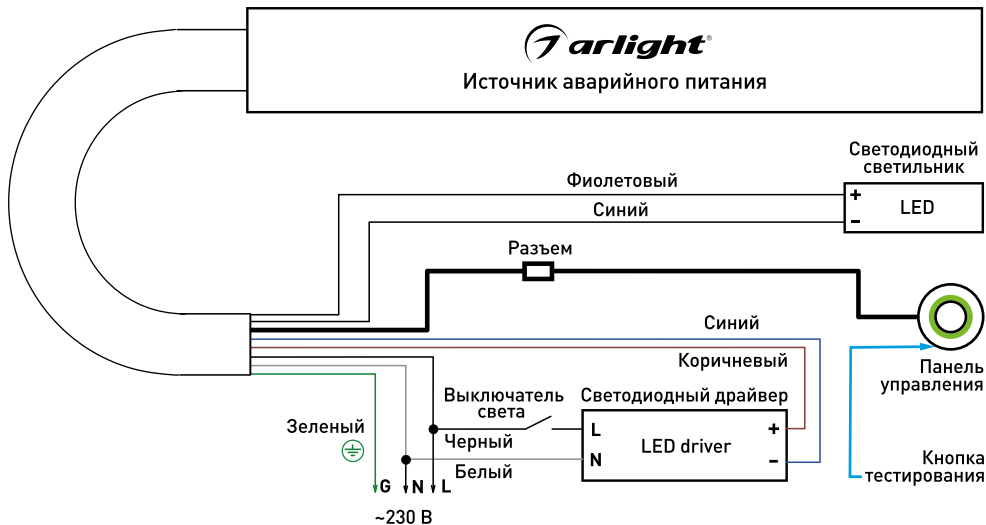

Рис. 1. Стандартная схема подключения
- 3.4. Подключите входные провода источника питания к светодиодному драйверу: N (ноль) — белый провод, L (фаза) — черный провод через выключатель света, как показано на рис. 1.
- 3.5. Подключите разъем панели управления к разъему источника аварийного питания, как показано на рис. 1.
- 3.6. Подключите разъем кнопки тестирования к разъему источника аварийного питания, как показано на рис. 1.